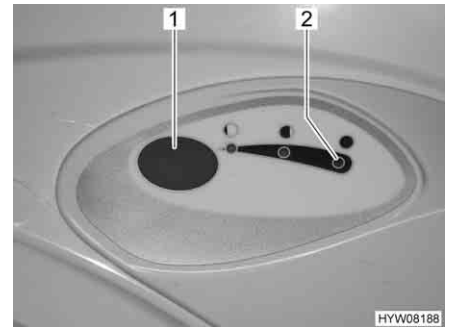

Bild 175 Spolknapp/kontrollampa Thetford-toalett
- För att spola, tryck på den blå spolknappen (Bild 175,1).
Kontrollampan (Bild 175,2) lyser när latrintanken måste tömmas.